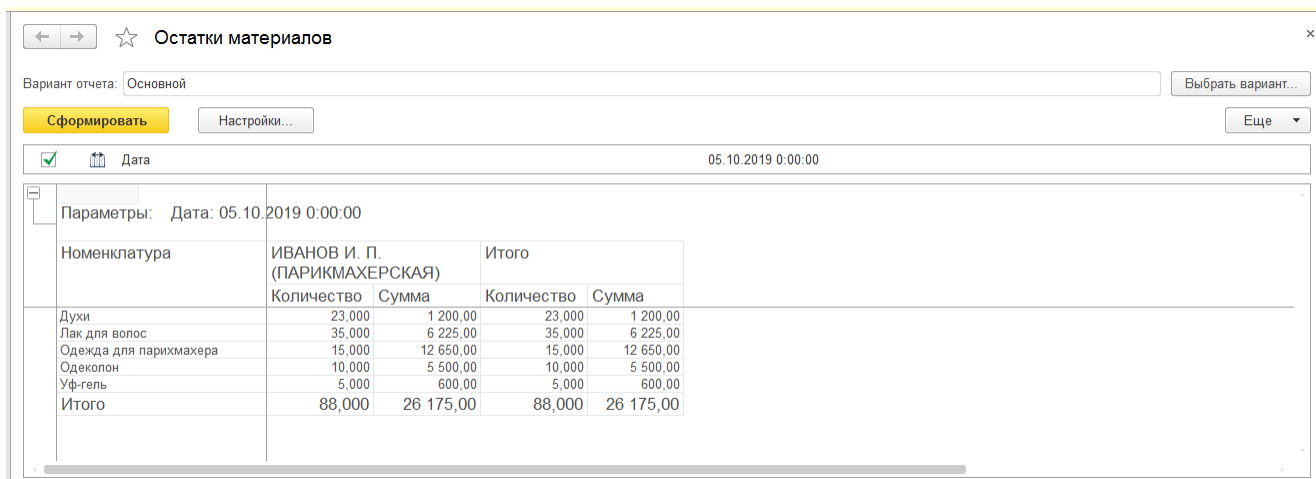

Рисунок 13.9- Готовый отчет по количественным и суммовым остаткам материалов
11. Запустим систему в режиме 1С:Предприятие и построим отчет, Рисунок 13.9.